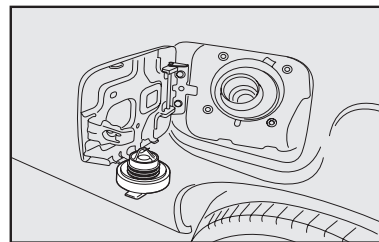

fig. 82
- Luego de retirada la tapa de su alojamiento, colóquela en el soporte sobre la puerta **fig. 82**.